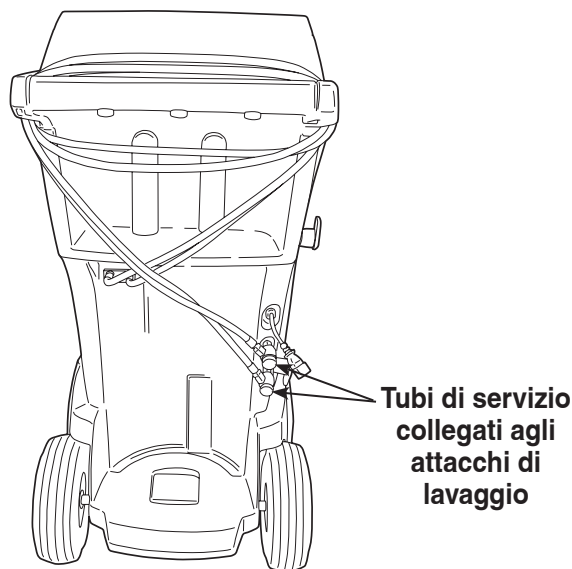

Figura 3
1. Quando viene visualizzato l'apposito messaggio, collegare i tubi di servizio della stazione agli attacchi di lavaggio, come illustrato nella Figura 3.